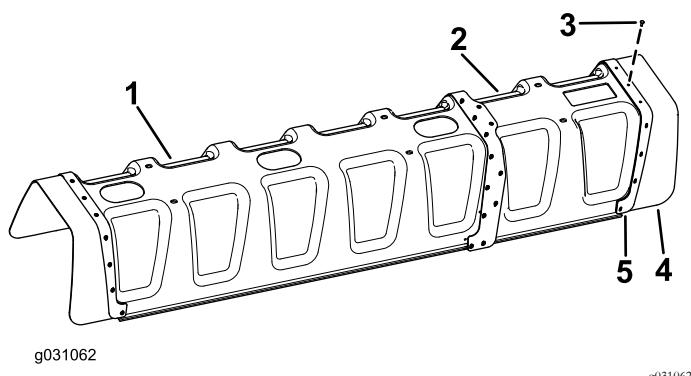

图7
3. 使用 11 个弹伸铆钉 $3/16 \times 1/2$ 英寸和垫圈 $3/16$ 英寸将橡胶盖和加强板从 11 喷嘴护罩安装至 12 喷嘴护罩 图7。